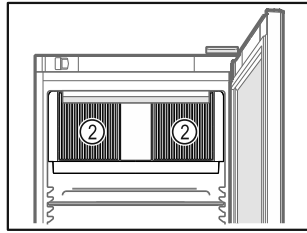

Fig. 60
- Odstąpić szczeliny wentylacyjne Fig. 60 (2) dmuchawy wewnątrz urządzenia.